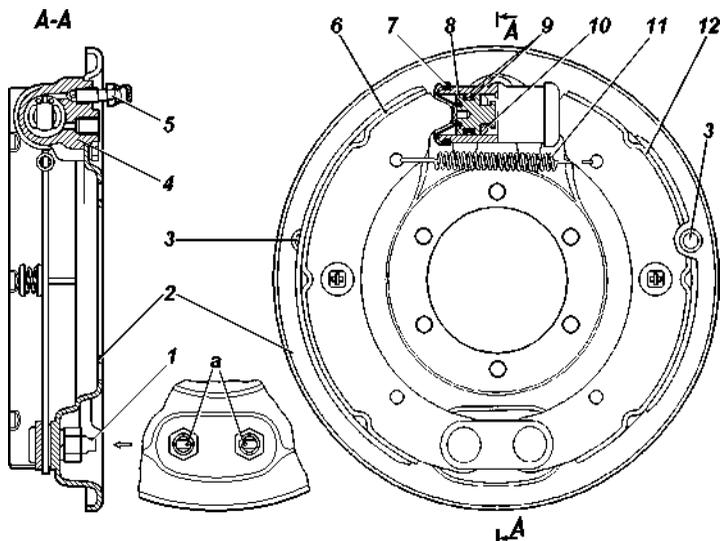

Рис. 9.29. Тормоз заднего колеса:
**Барабанные тормоза задних колес** (рис.9.29). Периодически снимайте тормозные барабаны и очищайте детали тормозов от пыли и грязи. Периодичность этой операции зависит от